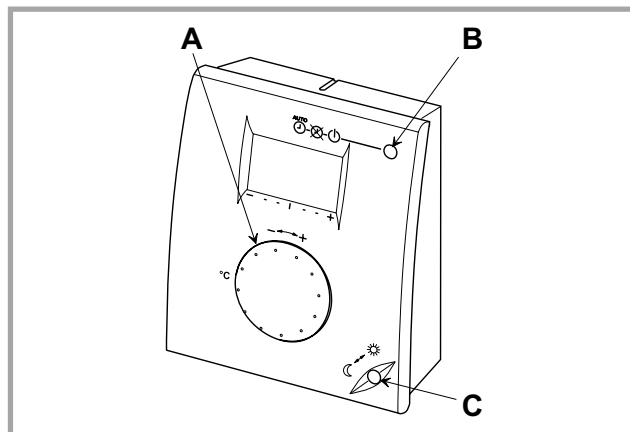

Figure 40 - Sonde d'ambiance
- Si la correction est inférieure à 3 °C, agir soit sur le bouton de correction (A, fig. 40) de la sonde d'ambiance, soit sur la valeur de consigne normale du régulateur (rep. 6 et 12, fig. 39).